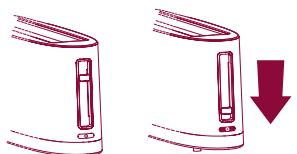

Fig. 5
- Abbassate la leva lift mechanism per accendere l'apparecchio: il tasto CANCEL si illumina (fig. 5). Se la leva non rimane abbassata, controllate che la spina sia inserita nella presa di corrente.